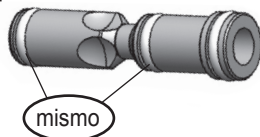

Figura 17: Ensamble Válvula Bobina
5. Para desensamblar la Válvula de Aire y el Tapón Posterior, use su dedo pulgar con cualquier otro dedo para presionar la Válvula de Aire y el Tapón Posterior juntos mientras oprime el **Pasador de la Válvula** (33) fuera del ensamble. La Válvula de Aire se separará del ensamble del Tapón Posterior. La **Válvula del Resorte Bobina** (30) debe soltarse de la Válvula de Aire. Asegúrese de no perderla.
6. Usando su dedo pulgar, empuje el **Ensamble Válvula Bobina** (29) para removerlo del **Cuerpo de la Válvula de Aire** (26). Hay tres Empaques O en la Válvula de la Bobina como se ve en la Figura 17. Dos de estos han sido fabricados por Tippmann con referencia número TA30049 y el tercero Empaque O (más cerca de la abertura donde el Resorte de la Válvula de la Bobina va) parte número TA20003.
7. El **Ensamble del Tapón Posterior** (32) no se puede desensamblar. Inspeccione los cuatro Empaques O (dos #30, uno #31, y uno #34). Reemplace solo los que estén dañados.